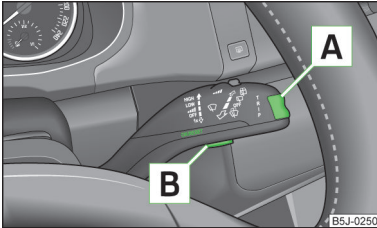

Abb. 6
Das Umschalten der Speicher erfolgt mit der Taste **B** » Abb. 6 auf Seite 13 am Scheibenwischerhebel.
Die Wipptaste **A** » Abb. 6 und die Taste **B** befinden sich am Scheibenwischerhebel.
» Die Taste **B** » Abb. 6 antippen.
» Kurz auf die Wipptaste **A** » Abb. 6 oben oder unten drücken. Dadurch werden die einzelnen Funktionen der Multifunktionsanzeige nacheinander geöffnet.
» Die Taste **B** » Abb. 6 länger drücken.
Im Display erscheint die Fahrzeit, die seit dem letzten Löschen des Speichers vergangen ist. Wenn man die Fahrzeit von einem bestimmten Zeitpunkt an messen möchte, dann muss zu diesem Zeitpunkt der Speicher durch Drücken der Taste **B** » Abb. 6 auf Seite 13 auf null gesetzt werden.
Wenn man den durchschnittlichen Kraftstoffverbrauch für einen bestimmten Zeitraum ermitteln möchte, dann muss der Speicher bei neuem Messbeginn mit der Taste **[B]** » Abb. 6 auf Seite 13 auf null gesetzt werden. Nach dem Löschen erscheint im Display auf den ersten ca. 300 m Fahrstrecke kein Wert.
Im Display erscheint die seit dem letzten Löschen des Speichers zurückgelegte Fahrstrecke » Seite 12. Wenn man die Fahrstrecke von einem bestimmten Zeitpunkt an messen möchte, dann muss zu diesem Zeitpunkt der Speicher durch Drücken der Taste **[B]** » Abb. 6 auf Seite 13 auf null gesetzt werden.
Im Display wird die Durchschnittsgeschwindigkeit in km/h seit dem letzten Löschen des Speichers angezeigt » Seite 12. Wenn man die Durchschnittsgeschwindigkeit für einen bestimmten Zeitraum messen möchte, dann muss zu Beginn der Messung der Speicher mit der Taste **[B]** » Abb. 6 auf Seite 13 auf null gesetzt werden.
- › Mit der Taste **[A]** » Abb. 6 auf Seite 13 den Menüpunkt **v-Warnung** wählen.